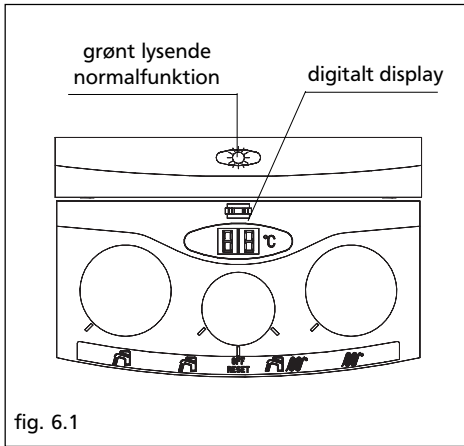

fig. 6.1
- **lyser grønt** (fig. 6.1) temperaturen for den ønskede indstilling (opvarmning eller varmt vand);